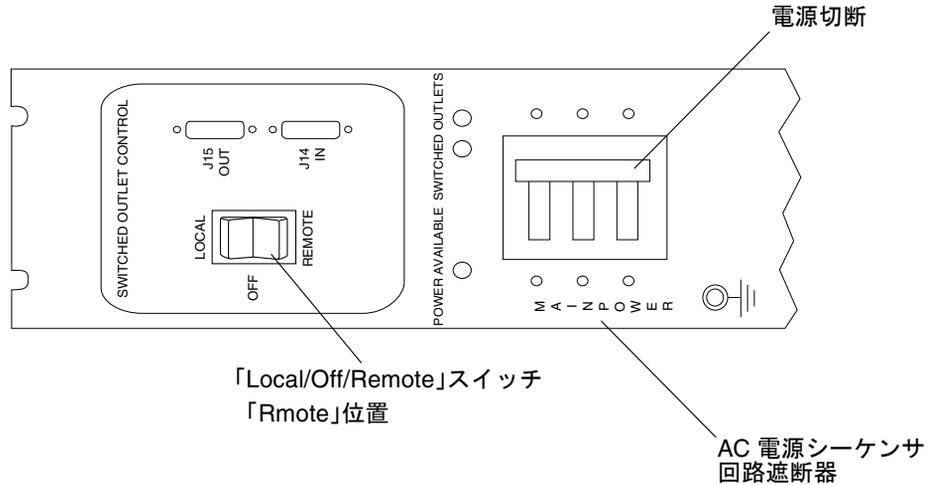

図 B-7 背面電源シーケンサのコントロールパネル
1. 各 AC 電源シーケンサの回路遮断器がオフ (図 B-7) になっていることを確認します。
2. ベースキャビネットの各電源シーケンサの「Local/Off/Remote」スイッチが「Remote」位置になっていることを確認します (拡張キャビネットがある場合は拡張キャビネットについても確認)。(図 B-7)